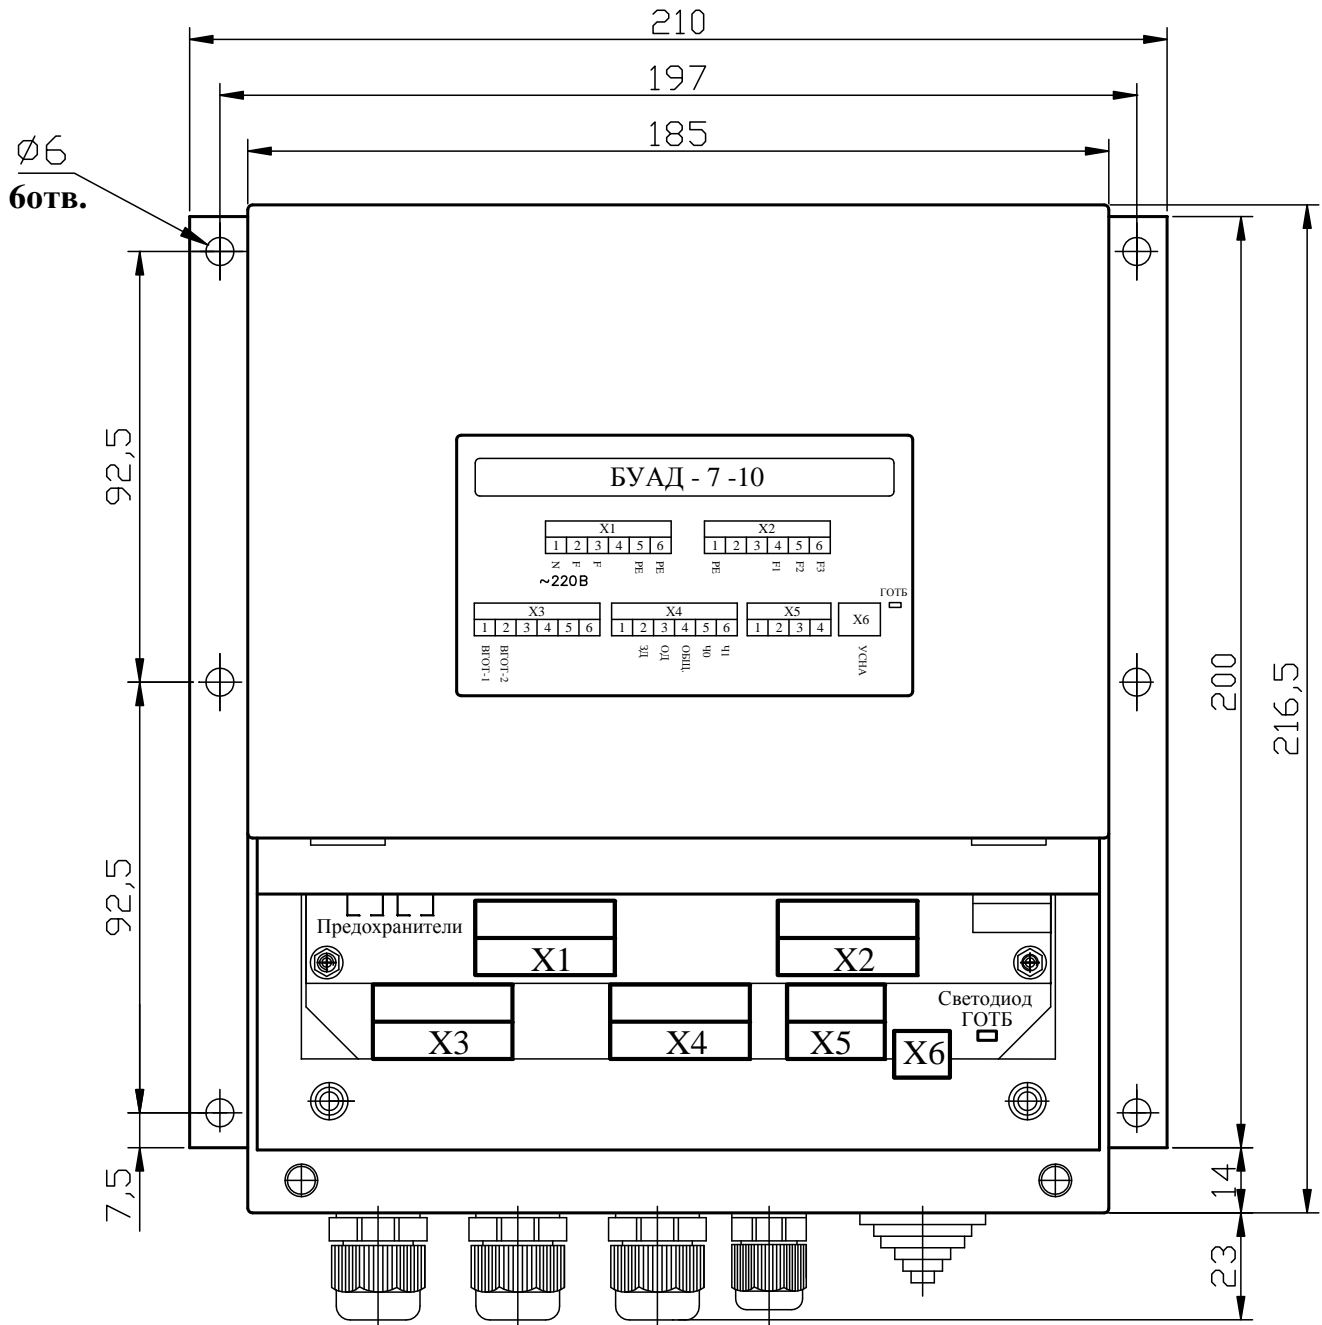
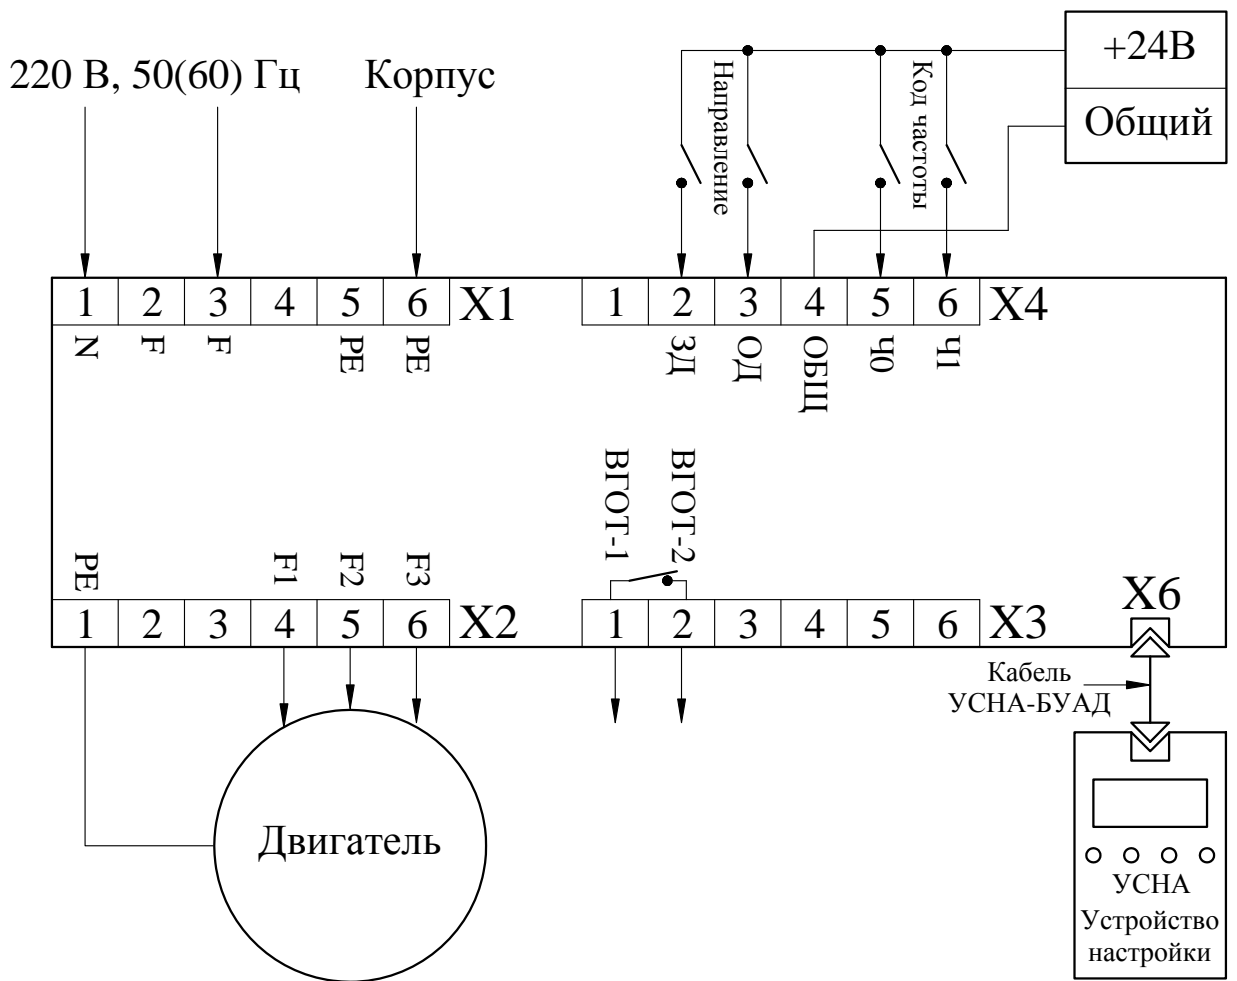
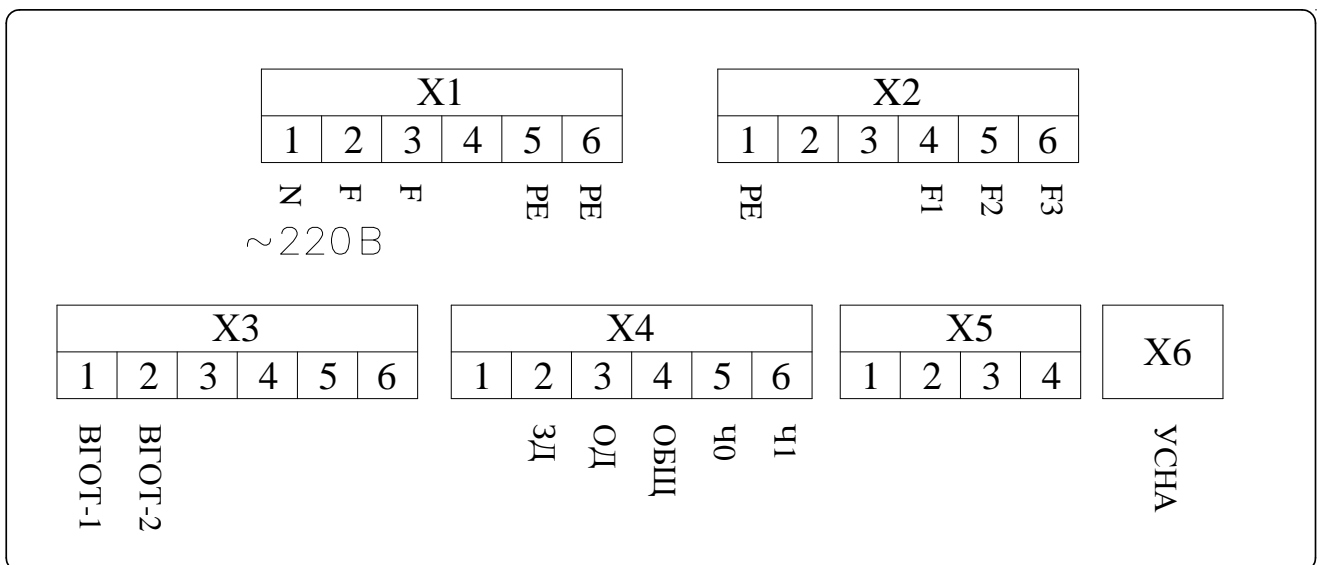

Рис.1. Габаритно-присоединительные размеры БУАД-7-10.
Рис.2. Блок-схема подключения внешних контактов БУАД-7-10.
Рис. 3. Схема подключения и расположение контактов БУАД-7-10.
Габаритно-присоединительные размеры *Устройства* приведены на **рис.1**.
3.4.1. На **рис.2** показана блок-схема подключения внешних контактов *Устройства*. На **рис.3** показаны и подписаны отдельные контакты каждого из разъемов *Устройства*.
#### 3.4.3. Внешние контакты *Устройства* (рис. 2, 3):
Узел подключения внешних коммуникаций состоит из набора кабельных выводов (**рис.1**), разъемов для подсоединения шин сетевого питания, цепей выходных напряжений для электродвигателя, цепей управления работой устройства (**рис.2, 3**), заглушки для разъема подключения устройства настройки УСНА, а также крышки, закрывающей разъемы *Устройства*.
3.6.2.4. Если *Устройство* находится в состоянии готовности к выполнению команд, то контакты реле ‘ВГОТ-1,2’ замкнуты (рис.2,3). Если *Устройство* выключено, произошла внутренняя ошибка или идет процесс ввода параметров, то контакты реле ‘ВГОТ-1,2’ разомкнуты.